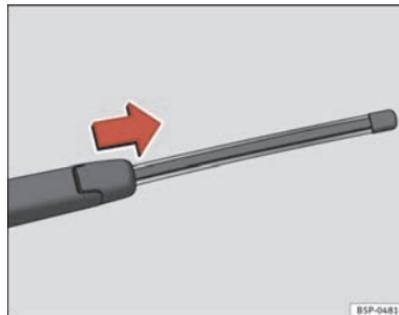

Fig. 169 Retrait du balai d'essuie-glace arrière
⇒ page 253, fig. 169
- Faites glisser l'adaptateur du balai dans le sens de la flèche et retirez le balai ⇒ page 253, fig. 169.